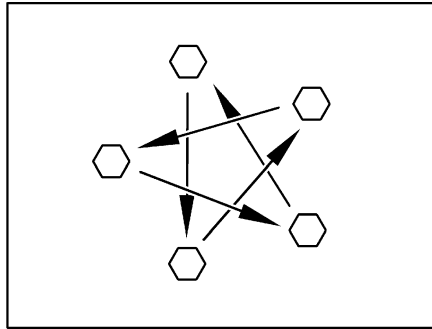

Bild 158 Dra åt hjulmuttrarna eller hjulbultarna korsvis
- Kontrollera regelbundet att hjulmuttrarna eller hjulskruvarna är ordentligt åtdragna. Om du har bytt däck ska hjulmuttrarna eller hjulbultarna dras åt korsvis efter 5 mils körning (Bild 158). Åtdragningsmoment se avsnitt 15.5.2.
- ▶ Dra åt hjulmuttrarna eller hjulbultarna korsvis (Bild 158).